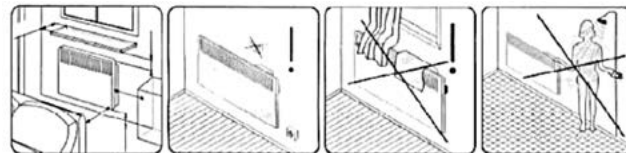

Рис. 2
Установка конвектора на стену (рис. 2, 3) - размеры указаны в миллиметрах.
3. В соответствии с рис. 2,3 и таблицей 2 определите место установки конвектора с соблюдением минимальных расстояний от предметов и минимального расстояния от пола.